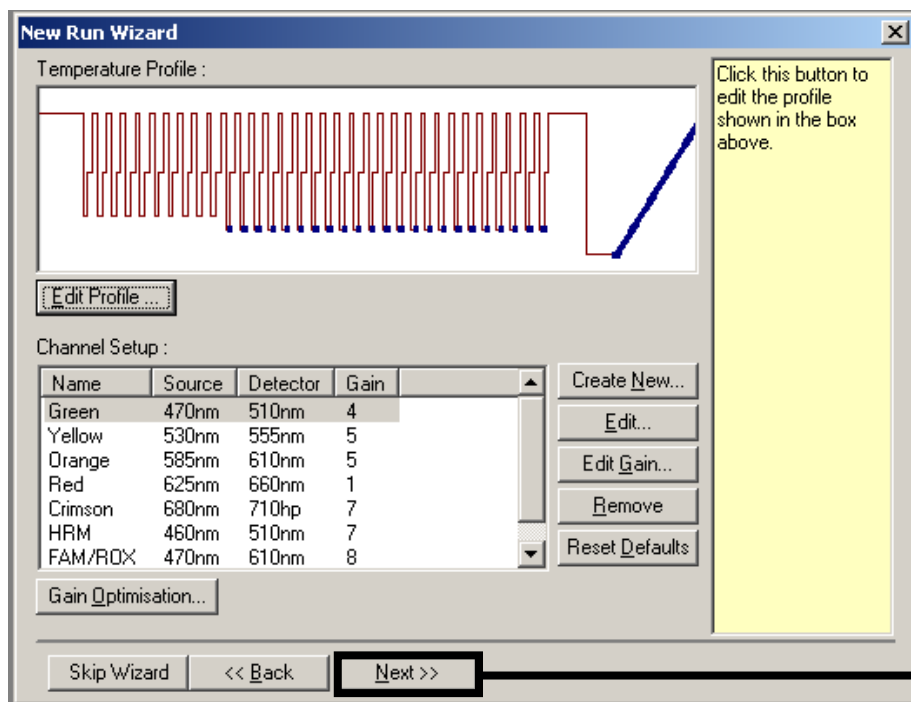
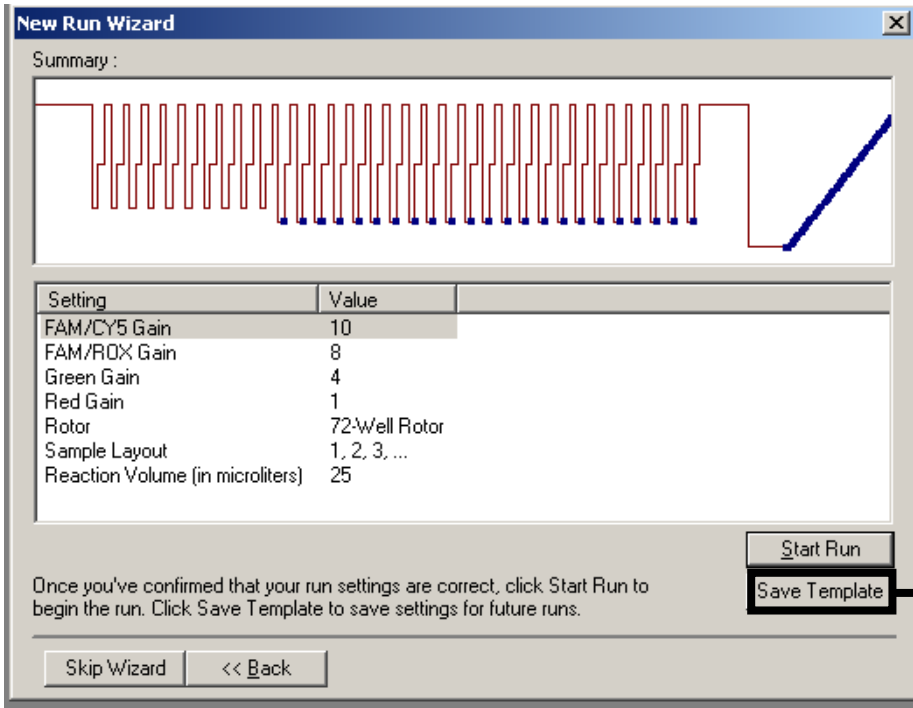

Figure 18. Résumé du profil de température.
Figure 19. Enregistrement du modèle pour une utilisation ultérieure.
Résumé et enregistrement du modèle	Figure 18, Figure 19
12. Enregistrer le modèle pour une utilisation ultérieure (Figure 19).